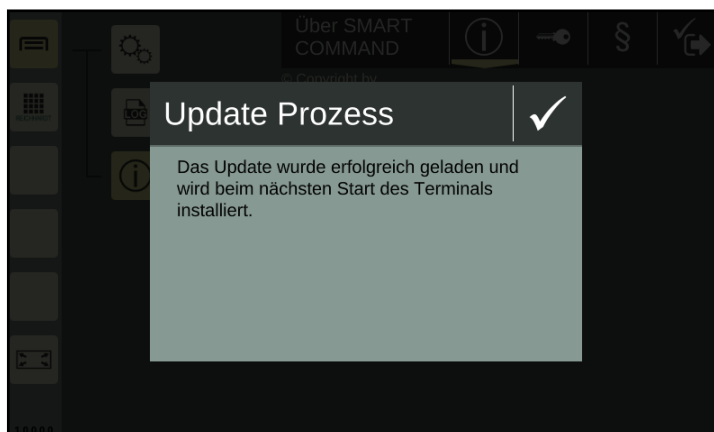

Abb. 119: Update wurde geladen
9. Warten Sie bis am Bildschirm ein Hinweis angezeigt wird, dass das Update geladen wurde (siehe Abb. 119).